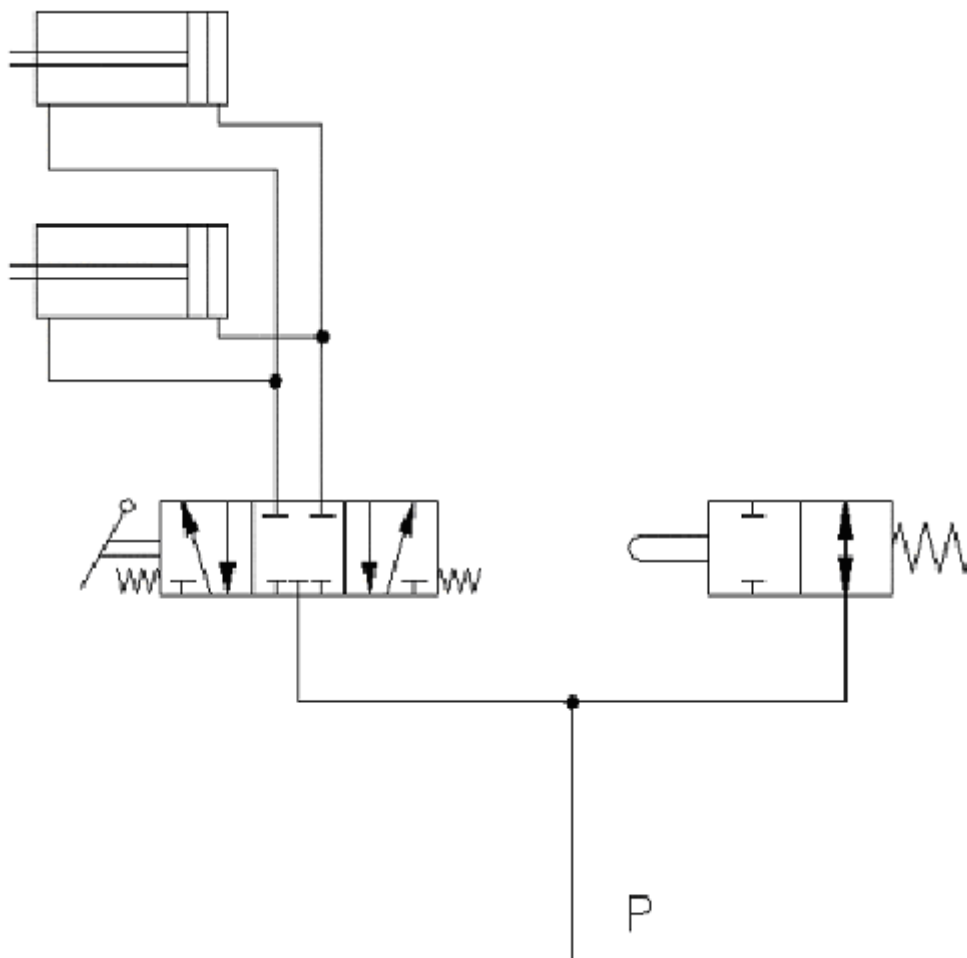

Рис. 32
- подвести длинный ролик к нижней грани диска (он будет использоваться как опора) с небольшим усилием. Вращать поворотный стол, пока кромка покрышки не займет правильное положение в опорной канавке диска (рис. 32). При этом удобно использовать монтировку.